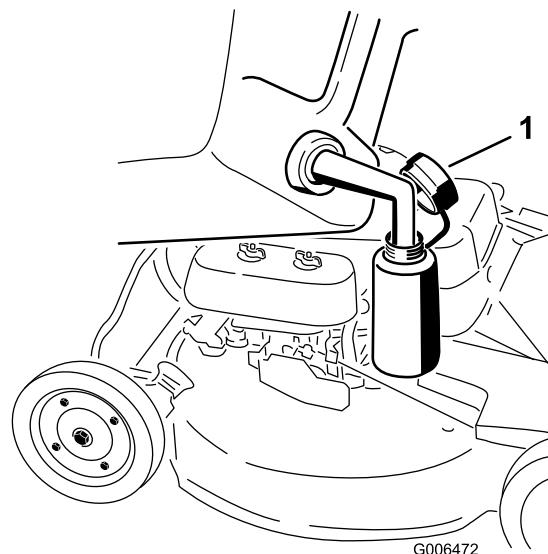

Figura 12
1. Limpie alrededor del tapón del depósito de combustible (Figura 12).